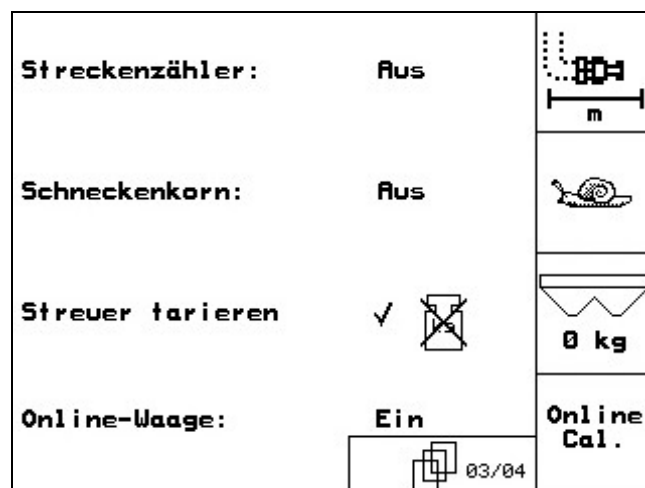

Fig. 41
-  activar Helicida em grão (Fig. 41).